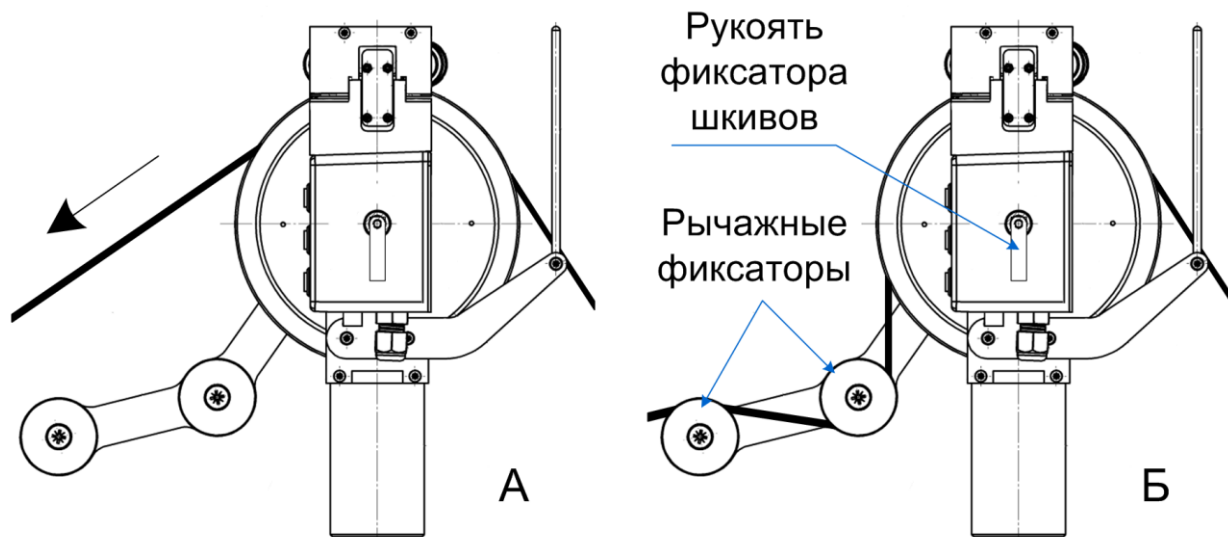

Рисунок 43 – Заправка кабеля за фиксаторы кабелей БЭ
1) Поднять рукоять эксцентрика фиксатора шкивов (рис.43 Б) для блокировки раздельного вращения шкивов БЭ, если используется метод параллельного прозвучивания.
9) Открыть прижимной блок, создать легкое натяжение каждого кабеля (рис.43 А).
10) Закрывать прижимной блок и заправить кабели зондов в рычажные фиксаторы БЭ для фиксации кабелей на шкиве (рис.43 Б).